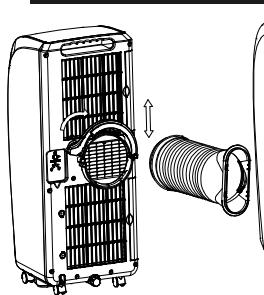

Figura 5
- (1). Sujete con la mano izquierda el mango del extremo del gancho en forma de C de la manguera de escape y el conector corto de la manguera de escape con la mano derecha; coloque un extremo de la manguera de escape extendida en la presilla del conducto de aire inferior, presione el gancho en forma de C de la manguera de escape con la mano izquierda con fuerza para que el gancho en forma de C de la manguera de escape se sujeté a la presilla de la carcasa trasera (como se muestra en la figura 5).